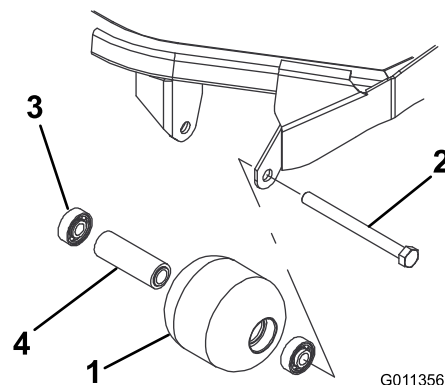

Рисунок 81
1. Снимите болт крепления валика (Рисунок 81).
4. Осмотрите корпус, подшипники и распорную втулку подшипника валика на наличие повреждений (Рисунок 81). Замените все поврежденные компоненты и соберите их.
1. Запрессуйте передний подшипник в корпус валика (Рисунок 81). Прикладывайте усилие только к наружному кольцу или одинаковое усилие к внутреннему и наружному кольцам.
2. Вставьте втулку подшипника (Рисунок 81).
3. Запрессуйте второй подшипник в корпус валика (Рисунок 81). Запрессуйте, нажимая с одинаковым усилием на внутреннее и наружное кольца до тех пор, пока внутреннее кольцо не войдет в контакт с проставкой.